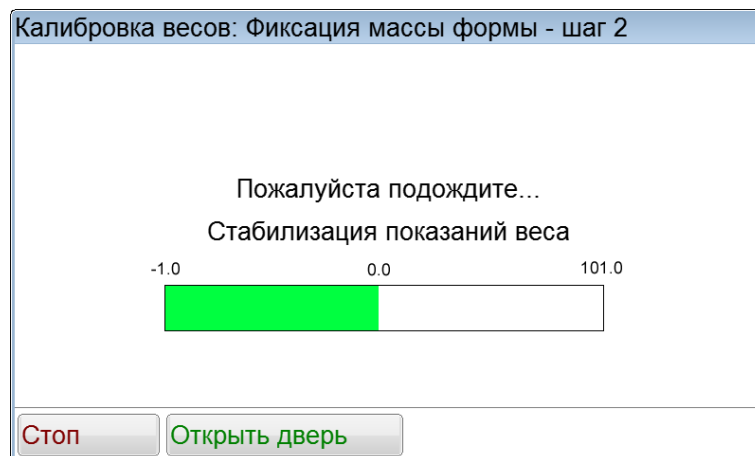

Рисунок 50 – Окно «Калибровка весов: Фиксация массы формы – шаг 2»
5.10.6 Появится окно «Калибровка весов: Фиксация массы формы – шаг 2» (см. рисунок 50). В этот момент происходит стабилизация показаний массы пустого подддона в камере печи. Через несколько секунд печь автоматически перейдет к следующему шагу калибровки.